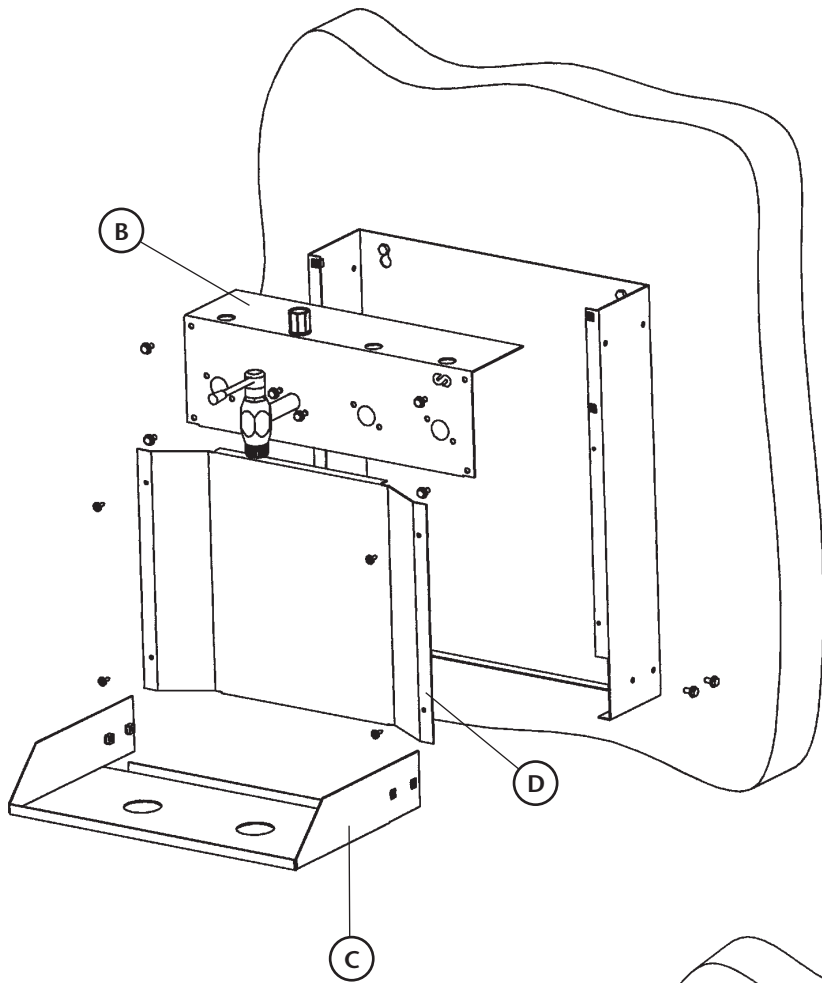

Fig. 3
2. Use the M6 screws supplied to assemble front part (B) followed by the collecting tray (C). Finally place the front cover (D) by using the lag screws. (See figure 3).
2. Monte el resto del equipo comenzando por el frontal (B), la cubeta (C), utilizando para ello los tornillos de M6 suministrados, y el cierre frontal (D), utilizando los tornillos de rosca chapa (Fig. 3).
- 2 Monter le reste de l'équipement en commençant par la partie frontale (B) ainsi que l'égouttoir (C) à l'aide de vis M6 (fournies) et le double fond frontal (D) à l'aide de vis filetage acier (voir figure 3).
2. Mit den mitgelieferten M 6 - Schrauben wird die Frontpartie (Seite 3, Bild 3, B), danach das Abtropfgestell (Seite 3, Bild 3, C) befestigt und zuletzt die Frontabdeckung, mit den Stahlgewindeschrauben (Seite 3, Bild 3, D), montiert.